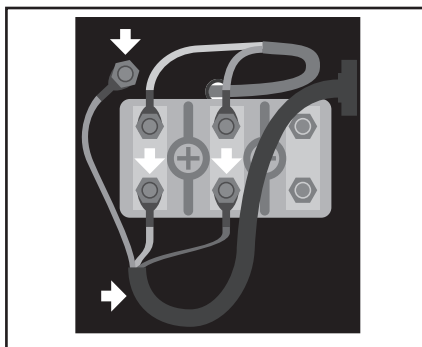

Fig. 19
6. Brancher le câble d'alimentation à 3 fils de la centrale (Fig. 19).